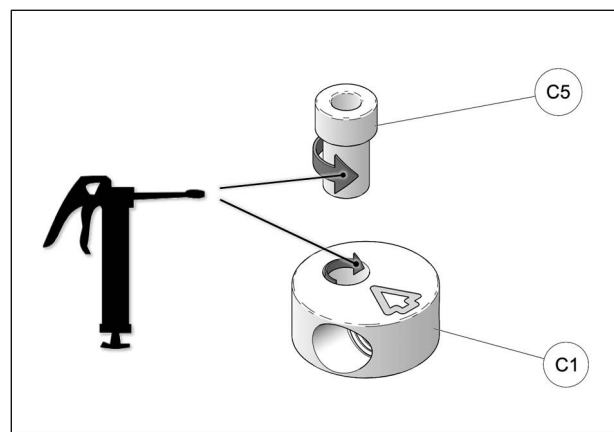

Fig. 22
13. À l'assemblage, les bagues espaceurs (**C5**) doivent être graissées. Appliquer une couche de graisse uniforme sur toute la circonférence de la bague espaceur et dans le logement du disque en aluminium (**C1**). Voir la Fig. 22